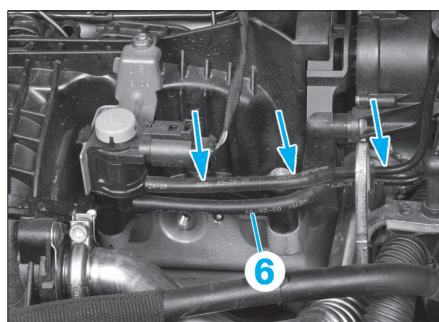

FIG. 142
- Dégraffer les conduites de dépression (6) et les mettre de côté (Fig.142).